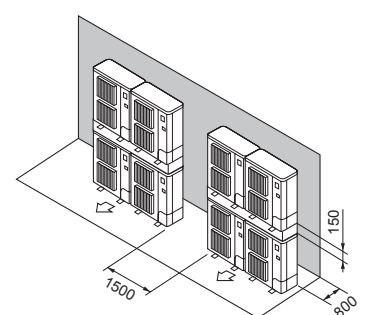

Fig. 2-19
- ⑦ Zabudowa jednostek zewnętrznych jedna na drugiej (Fig. 2-19)